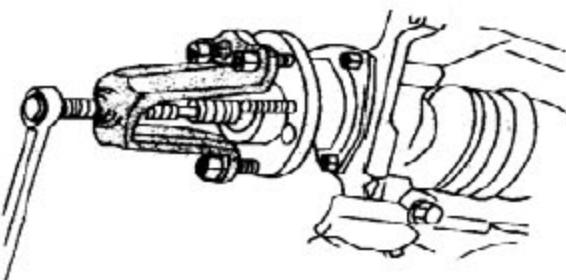

图 5.1-10 分离车轮轴承
- E). 如图 5.1-10 所示，用三颗车轮螺母将轮毂芯轴拆卸工具连接到车轮轴承 / 轮毂上分离传动轴与车轮轴承。